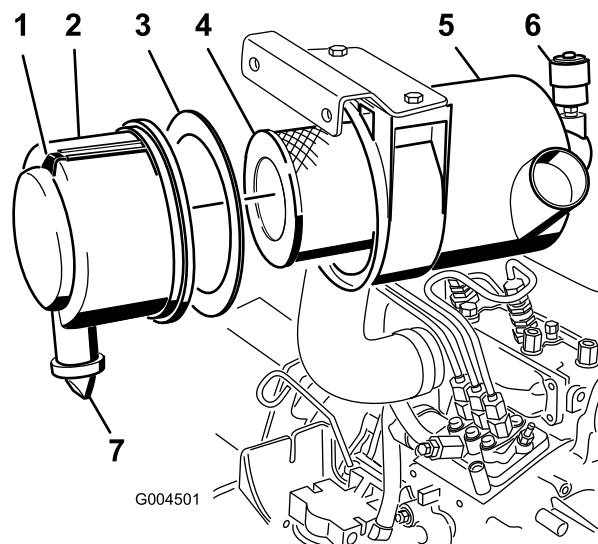

図 34
3. エアクリーナの整備はインジケータが赤色になっていたら、または 400 運転時間ごと非常にホコリのひどい場所で使っている場合にはよりひんぱんに行ってください 図 34。